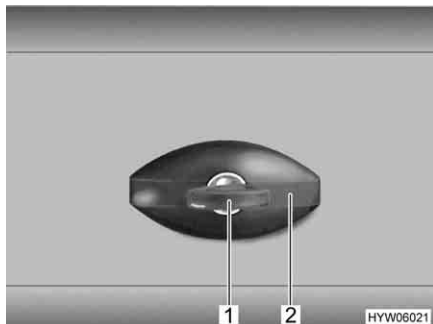

Fig. 41 Serrure du portillon, en forme d'ellipse
- Insérer la clé dans le barillet (Fig. 41,1) et la tourner d'un quart de tour dans le sens inverse des aiguilles d'une montre. La poignée de la serrure (Fig. 41,2) ressort.